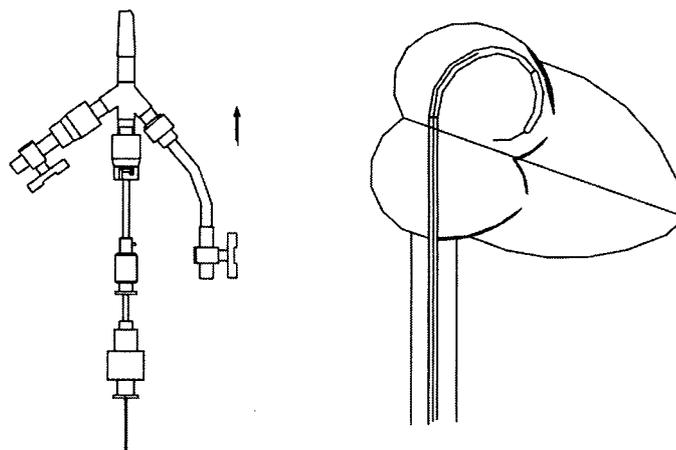

**Fig. 13**
*Precaución: Tenga cuidado al destrabar el tubo interno y no saque el catéter balón de la aurícula izquierda cuando extraiga el tubo interno (consultar la Fig. 13).*